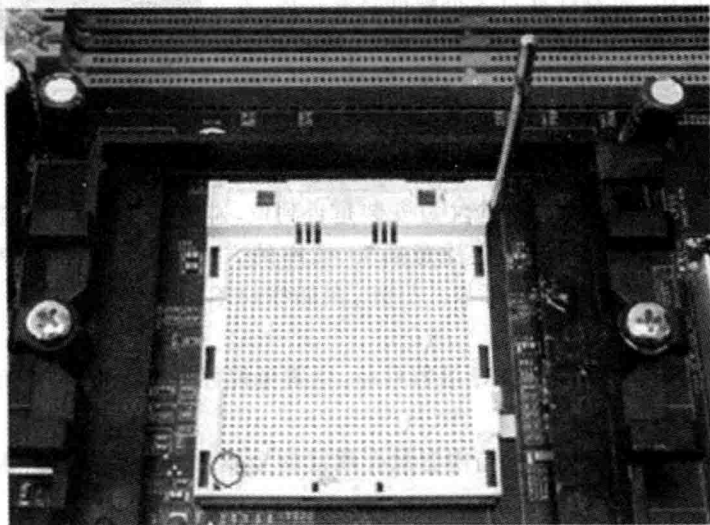
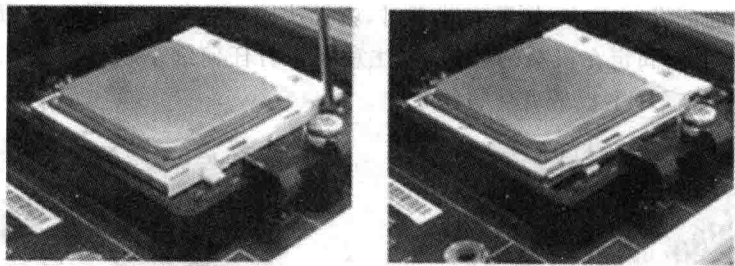

图 6-13 CPU 插座及锁紧杆
图 6-14 CPU 安装
① 先将主板平放,找到主板上的 CPU 插座。将 CPU 插座侧面的锁紧杆轻按并向外侧轻扳,然后向上抬起到垂直位置,如图 6-13 所示。
② 将 CPU 针脚排列呈现为斜角的一角对准插座上也呈现为斜角的方位(图 6-13 中的圆圈),然后放下 CPU 使其自动落到底,再将锁紧杆拉下,成水平方向,向内推靠一下使其卡住,如图 6-14 所示。